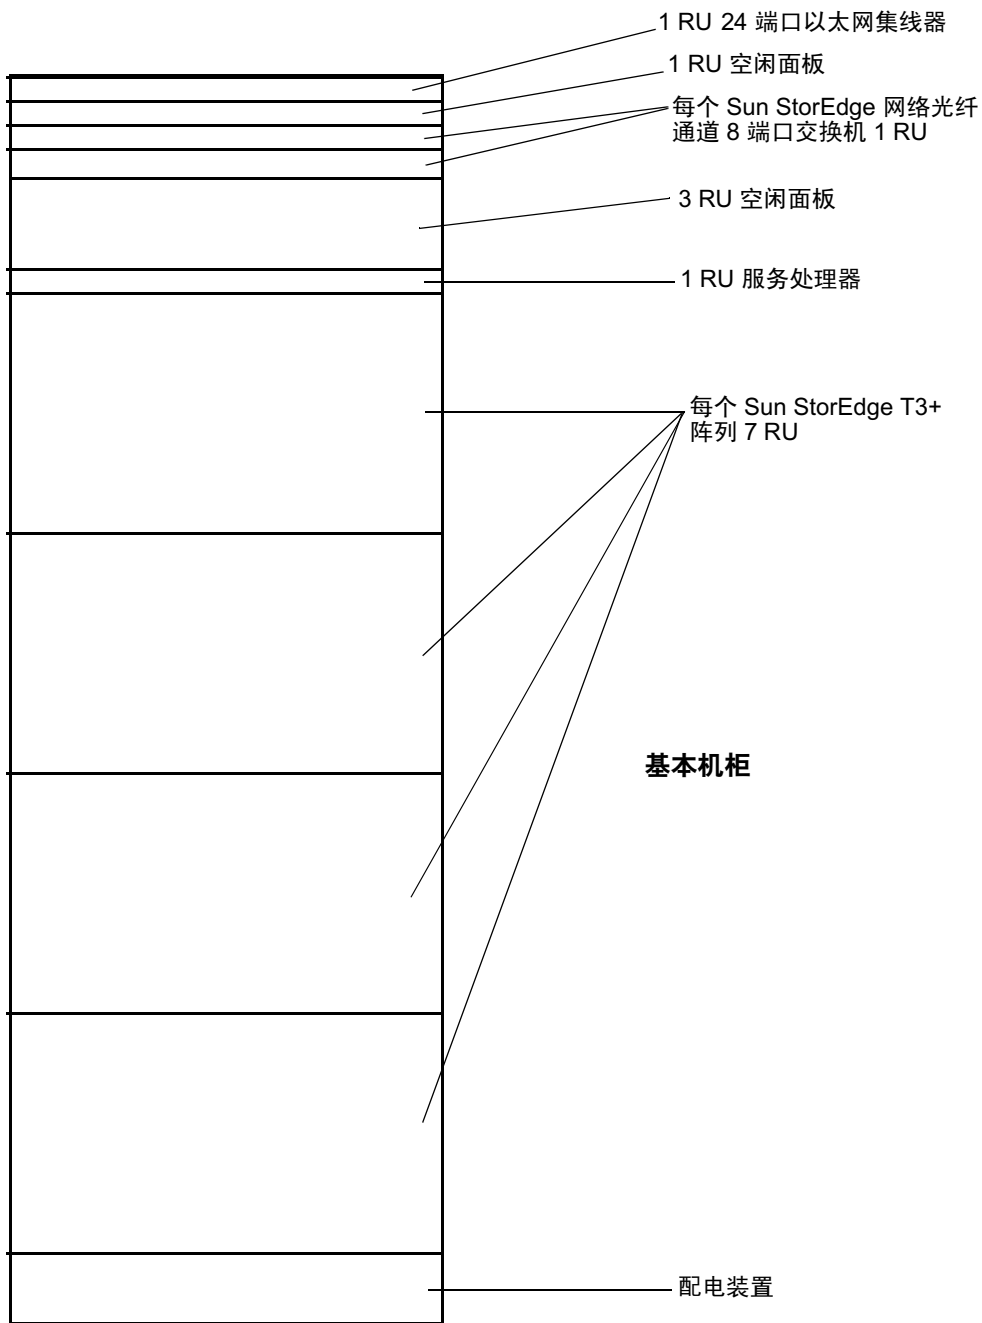
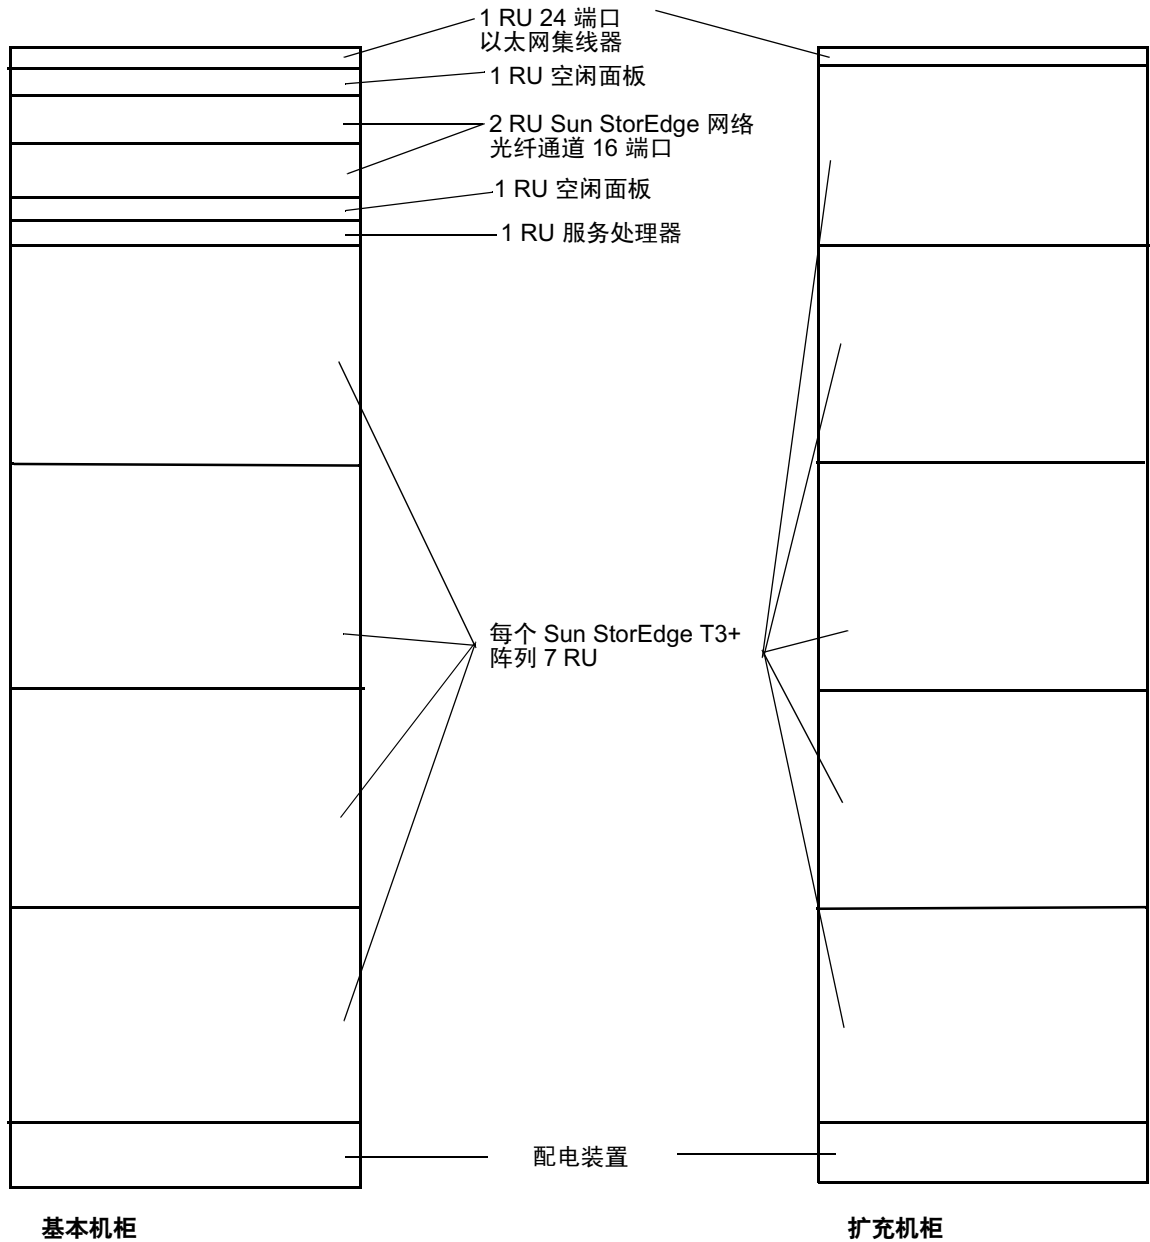
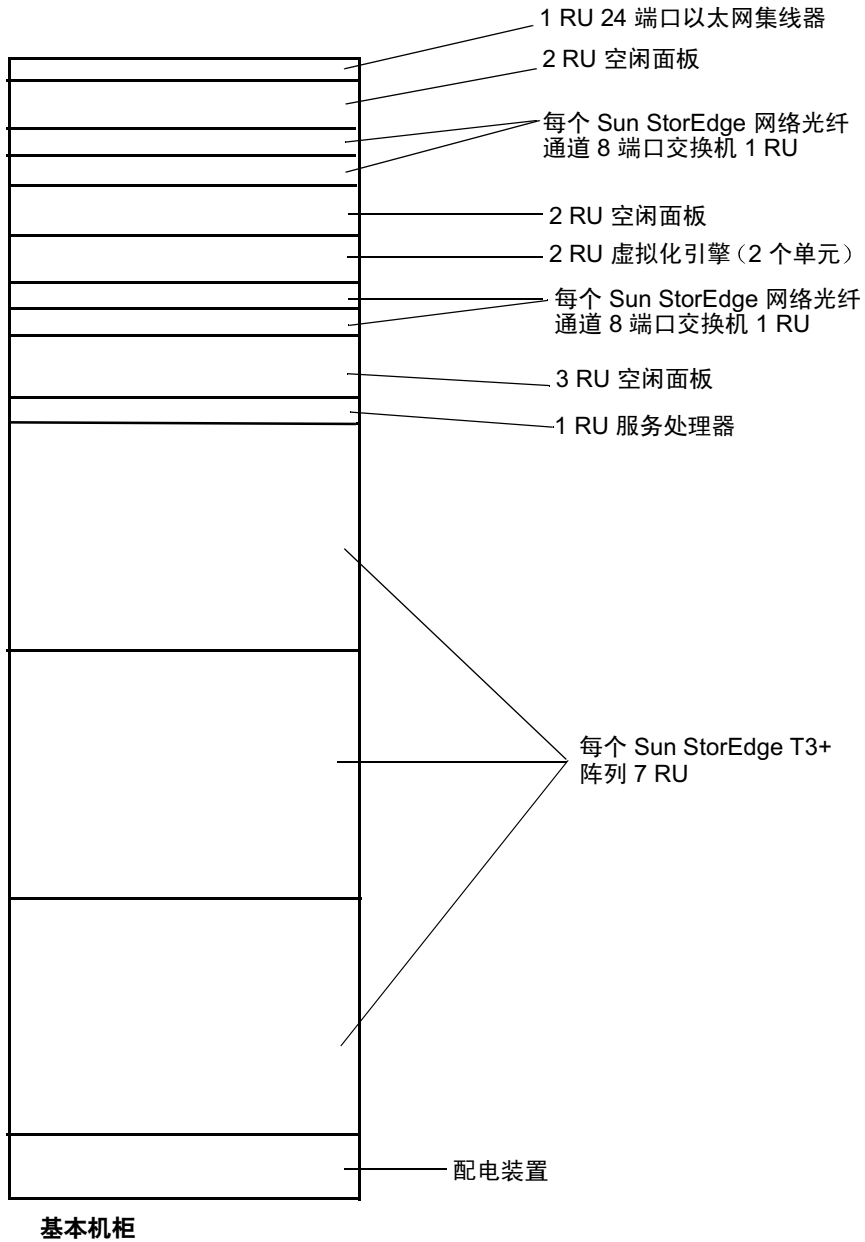
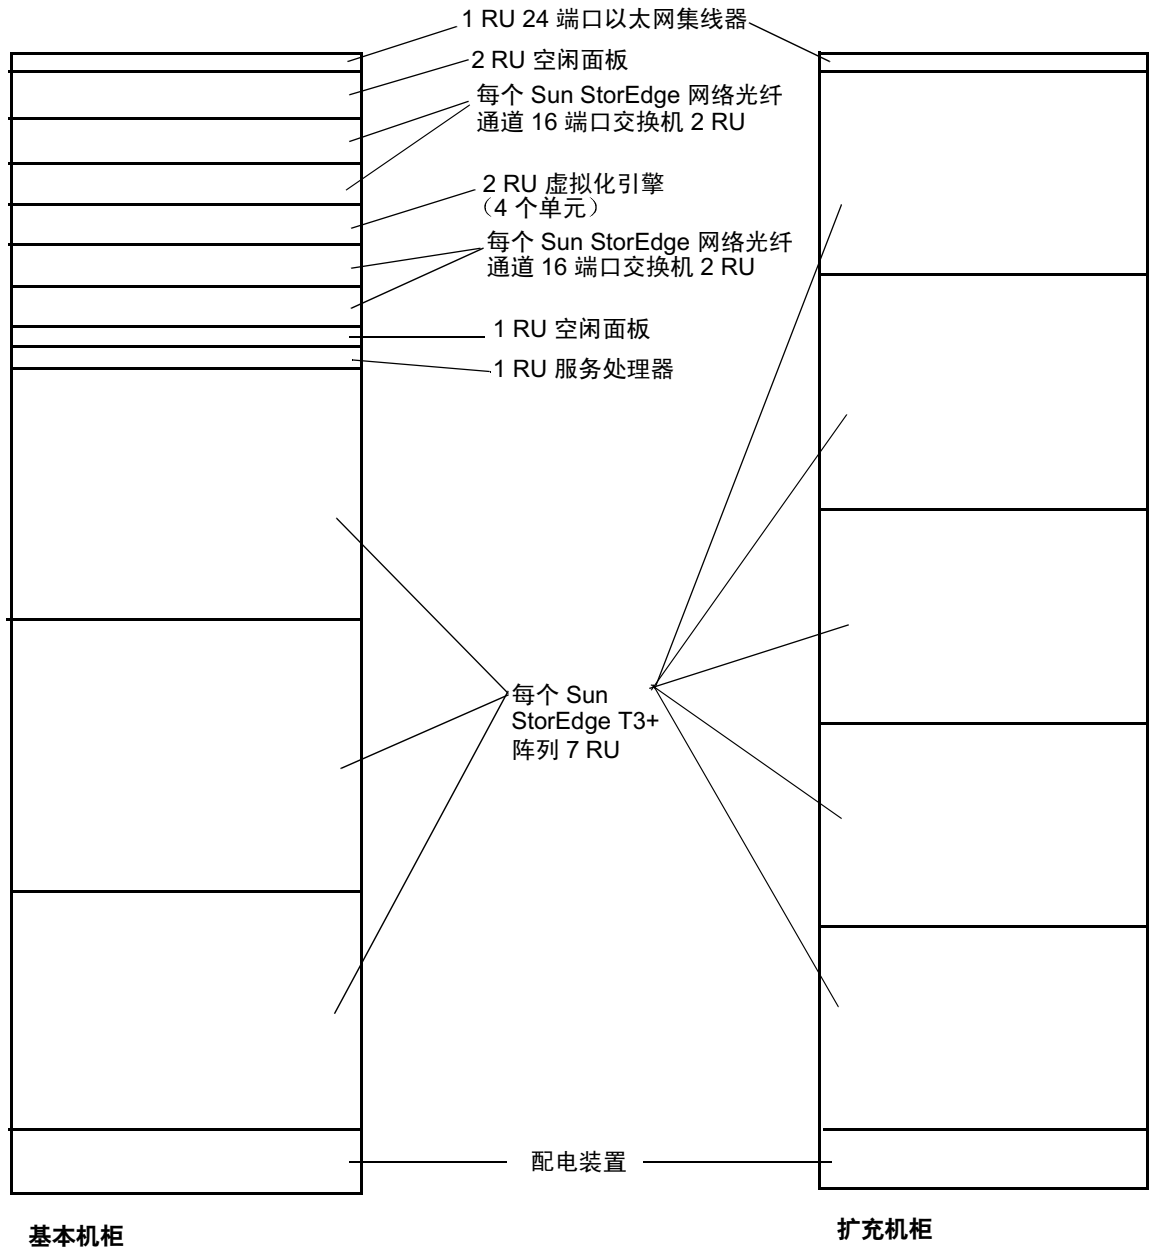

图 6-1 Sun StorEdge 3910 存储系统 FRU 安放位置
图 6-2 Sun StorEdge 3960 存储系统 FRU 安放位置
图 6-3 Sun StorEdge 6910 存储系统 FRU 安放位置
图 6-4 Sun StorEdge 6960 存储系统 FRU 安放位置
在 Sun StorEdge 3900 和 6900 系列扩充机柜中可以安装 FRU 的位置如图 6-1、图 6-2、图 6-3 和图 6-4 中所示。位置由 FRU 或空闲面板占用的机柜单元 (RU) 数确定。